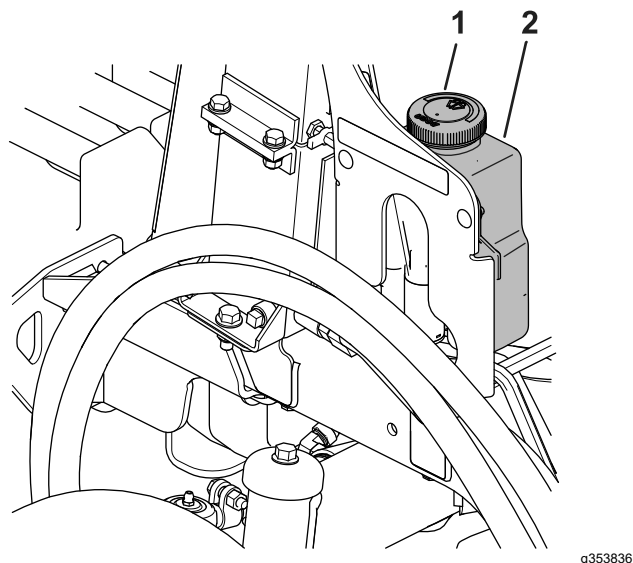

Bild 85
1. Entfernen Sie den Deckel (Bild 85) vom Flüssigkeitsbehälter.